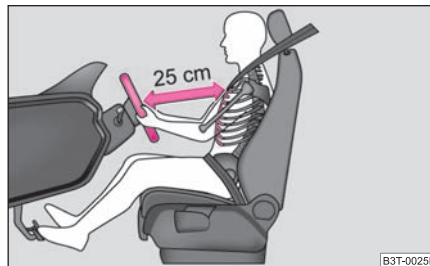

Fig. 111 Distanța corectă a conducătorului față de volan ►
- Reglați astfel scaunul conducătorului auto încât distanța dintre volan și torace să fie de cel puțin 25 cm ⇒ pagina 104, fig. 111.
- Între conducător și volan trebuie să existe o distanță de cel puțin 25 cm ⇒ pagina 104, fig. 111. Dacă nu se respectă această distanță, sistemul airbag nu își poate exercita eficiența maximă – Pericol!